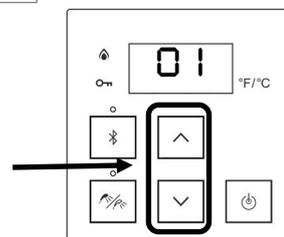

Figura 59
3. Presione el botón "A" durante 1 segundo. El controlador muestra **01A** o **01b** (Figura 59).